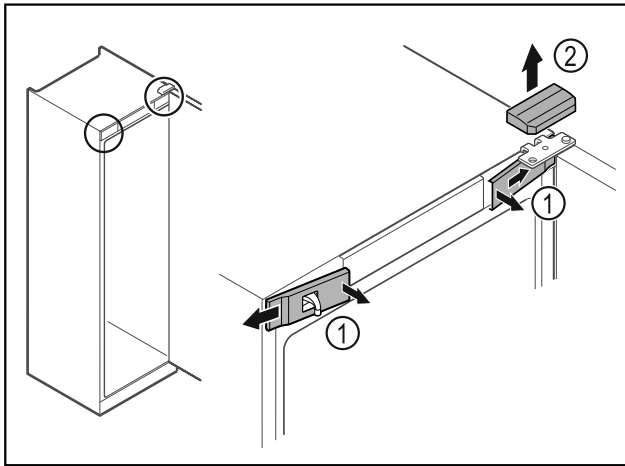

Fig. 10
- ▶ Trekk de innvendige dekslene foran Fig. 10 (1) ut av stilling, og ta dem av sidelengs.
- ▶ Trekk det øvre dekselet Fig. 10 (2) opp og av.